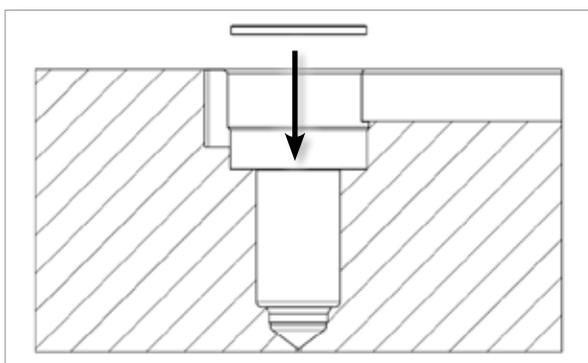

Figura 5-8 Installazione della rondella temprata
2. Installare la rondella temprata. Vedere la Figura 5-8.